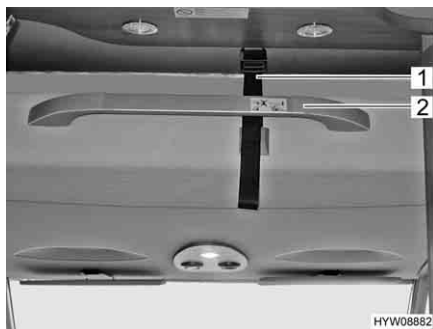

Fig. 87 Letto basculante (posizione di viaggio)
- Staccare la cintura di ritegno (Fig. 87,1).
- Tirare il letto basculante dalla maniglia (Fig. 87,2) verso il basso con entrambe le mani.
- Assicurare il letto basculante al soffitto mediante la cintura di ritegno (Fig. 87,1).